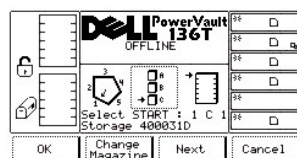

図 39. Command > Move > Scan Barcode > Change Magazine ダイアログ
- 1 **Next** ソフトキーの下にあるボタンを選択すると、現在のソースパラメータはコラムからマガジンに変わり、マガジン変更ダイアログが表示されます。 図 39 を参照してください。